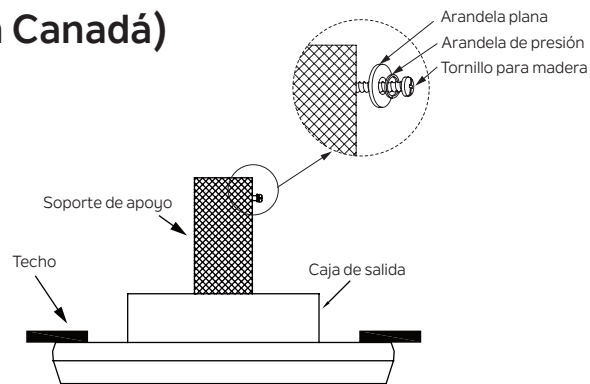

Figura 11
Paso 1. Deslice la arandela de presión, luego la arandela plana sobre el tornillo para madera, luego introduzca el tornillo para madera en el lado del soporte que sostiene la caja de salida. Deje 3 mm (1/8 in) de espacio entre el soporte de apoyo y la arandela plana. **(Figura 11)**